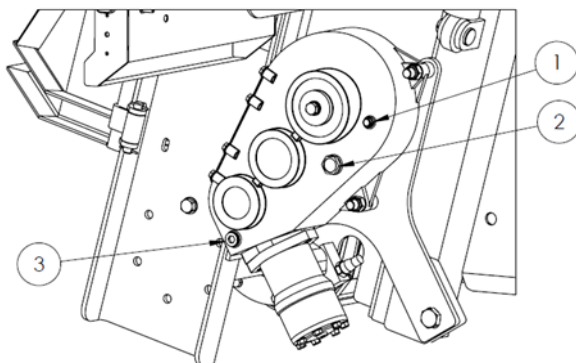

Abbildung 18. Ölstands-Kontrollpunkte des Rollbodens.
Um das Öl aus dem Getriebe (Abbildung 18, 19) abzulassen, die Ablassschrauben (3) lösen. Füllen Sie das Getriebe über die Öfüllöffnung (1) mit neuem Öl, bis Öl im Schauglas (2) erscheint. Der richtige Ölstand ist dann erreicht, wenn das Öl in der Mitte des Schauglases sichtbar ist.